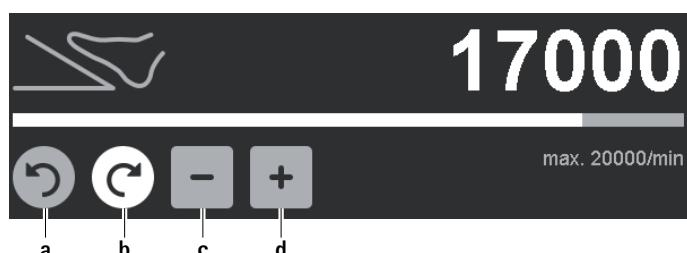

Fig. 6 Modification de la limite supérieure de la plage de vitesse de rotation/du sens de rotation
- Modification du sens de rotation: actionner le bouton de sens de rotation inactif gris rotation à gauche/rotation à droite a/b, voir Fig. 6. Le sens de rotation passe de la rotation à gauche à la rotation à droite et vice-versa.